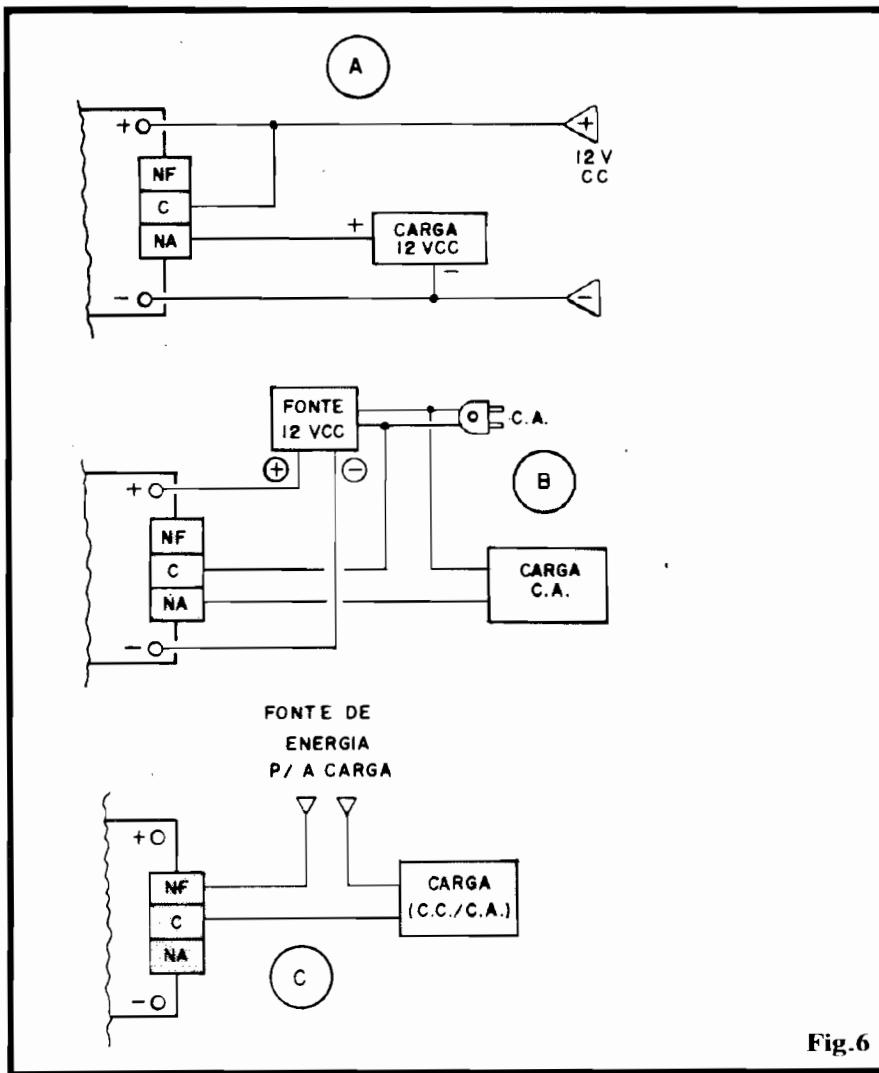

Fig.6
- **FIG. 6 - COMO UTILIZAR A SAÍDA DO SPOTA** - A placa do SPOTA mostra, como plenamente disponíveis, todos os três contatos de utilização do relê (C-NF-NA). Tendo em conta que o contato neutro ou comum (C), está normalmente "ligado" ao contato NF, alternando a conexão para o contato NA apenas quando ocorre a energização do relê (durante o toque ou aproximação ao sensor...), não é difícil imaginar um bom aproveitamento das opções de saída do circuito... Vejamos alguns exemplos: